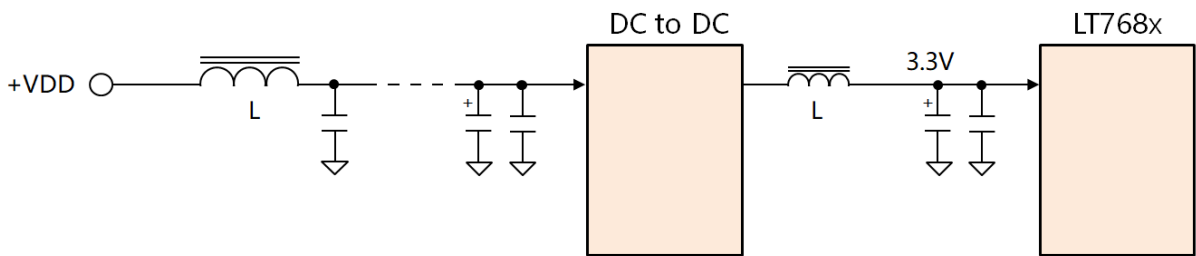

图 5: 3.3V 的 DC to DC 电源输入、输出端加上 LC 电路
- 产生 3.3V 的 DC to DC 电源输入端、输出端除了原有的滤波电容外，再加上扼流圈（磁珠）及（如图 5、6）。